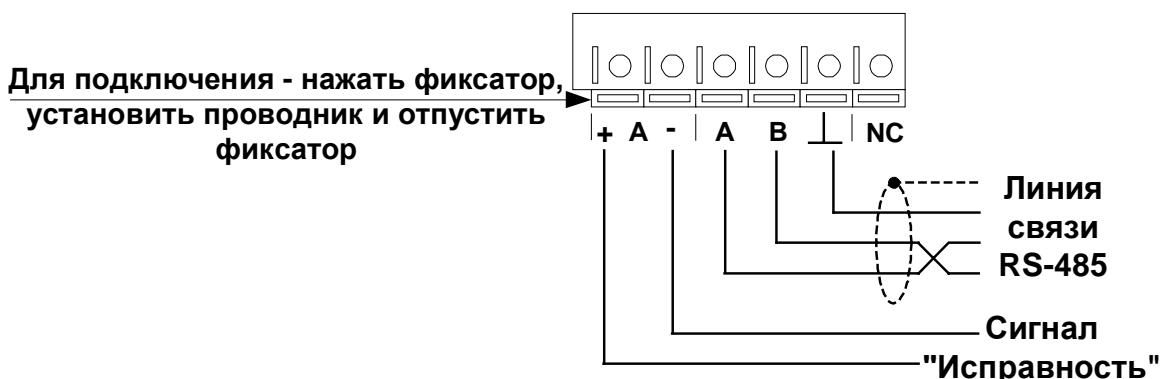

Рис. 4 Подключение линий связи: RS-485 и сигнала "Исправность"
Провода подключаются к клеммам присоединительной колодки в соответствии со схемой подключения (Рис. 2, Рис. 3, Рис. 4, Рис. 5, Рис. 6, , Рис. 7) – в зависимости от вариантов исполнения ИБП-1200/2400 исп. 1 или исп. 2.
6.4.4 Подключение соединительных линий и БА к клеммам ИБП производится в соответствии с Рис. 2, Рис. 3, Рис. 4, Рис. 5, Рис. 6 и Рис. 7 – в зависимости от вариантов исполнения. Перед подключением тумблер «Сеть 220 В» выключить.